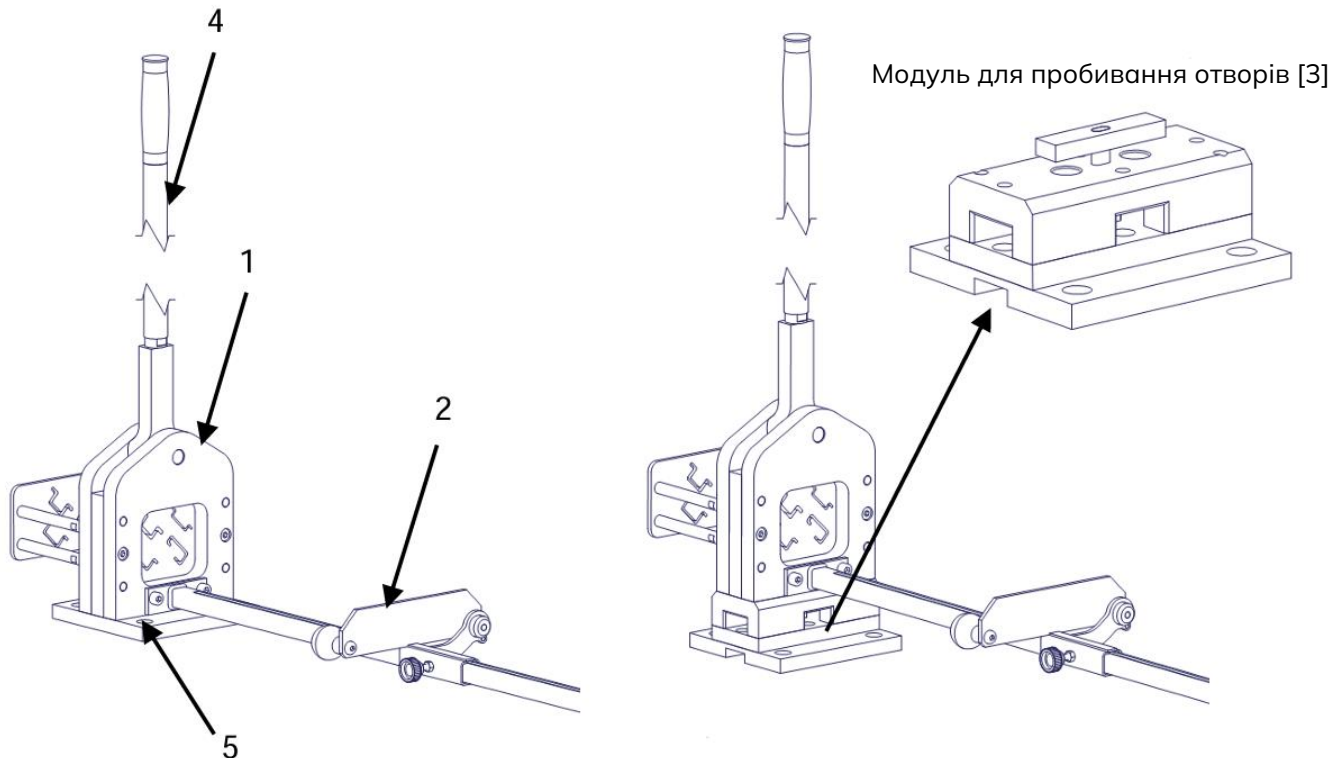

Рис. 1
Ручна різальна машина (рис. 1) дозволяє різати профілі монтажних шин (поз. 1) відповідно до таблиці 1. Кількість ріжучих профілів залежить від замовлення клієнта. Додатково (як опційне обладнання) різальна машина може виконувати монтажні отвори в шинах (уздовж та поперек шини). Модуль для пробивання отворів (поз. 3) може бути встановлений у подальший період експлуатації. Як опцію обладнання різальної машини можна встановити лінійку (поз. 2), що дозволяє різати профілі на задану довжину. Завдяки знімній важільній рукоятці (поз. 4), різальна машина є компактним та функціональним інструментом.
- Закріпити ручну різак GLR\_6 на столі, використовуючи монтажні отвори в основі (рис. 1, поз. 5) та встановити важіль.
- Закріпити на столі ручну пилку GLR\_6, використовуючи монтажні отвори в основі (рис. 1 поз. 5) та встановити важіль.